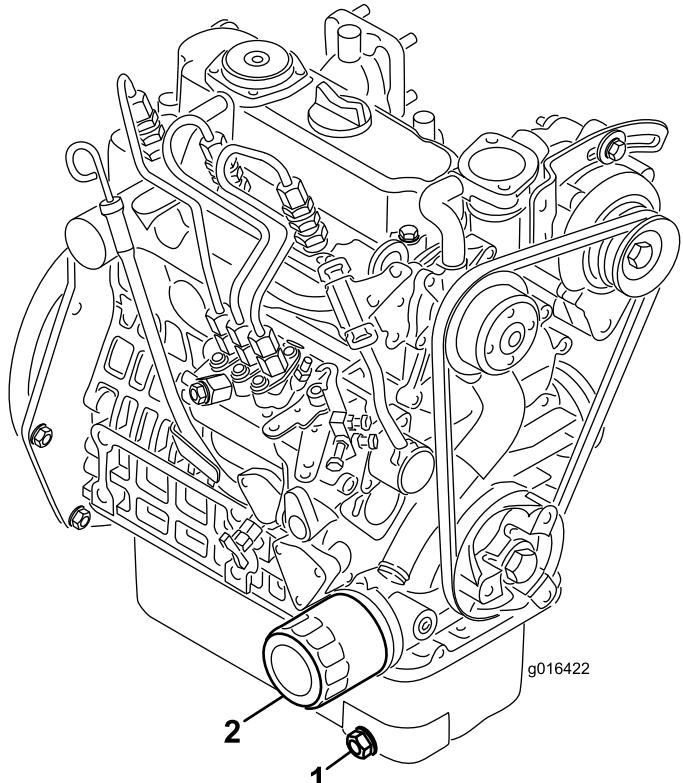

Figura 33
1. Togliete il tappo di spurgo (**Figura 33**) e lasciate defluire l'olio in una bacinella. Quando l'olio cessa di defluire, rimontate il tappo.